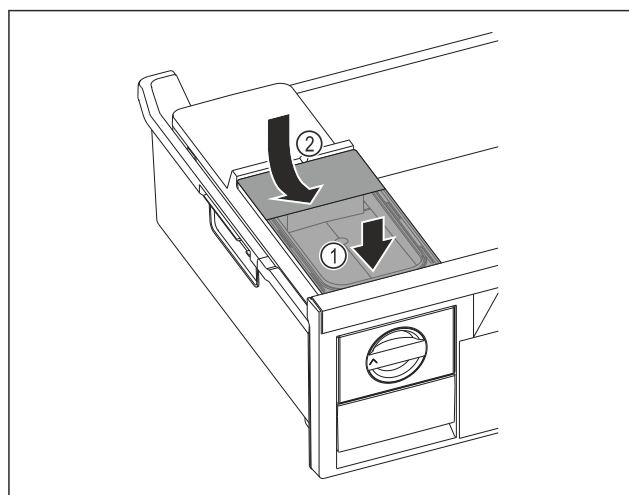

Fig. 71
- Wassertank vorne ansetzen. Fig. 71 (1)
- Wassertank hinten absenken. Fig. 71 (2)